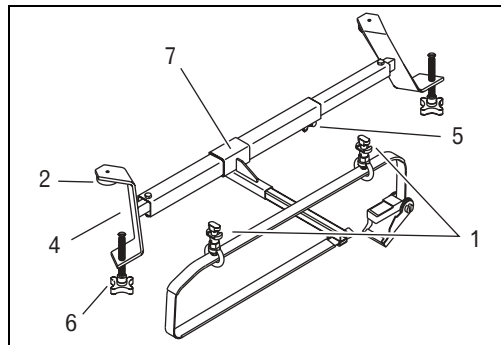

Abb. 3:
- Schieben Sie den Arm 7 in die gewünschte Position. Führen Sie den Befestigungsgurt gemäß Abb. 3 durch die Augenschrauben 1 und die Führungsöffnung am Arm 9.